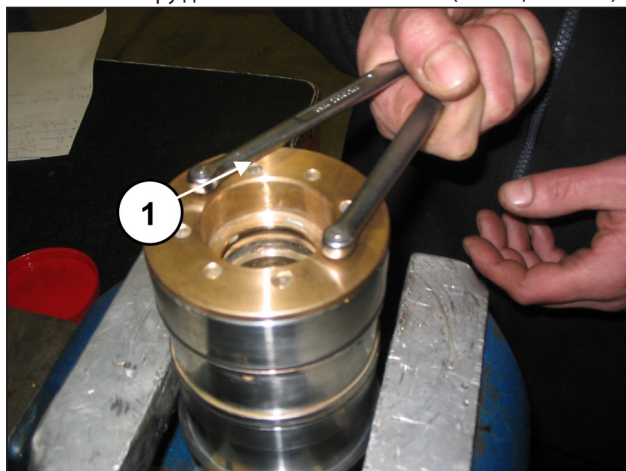
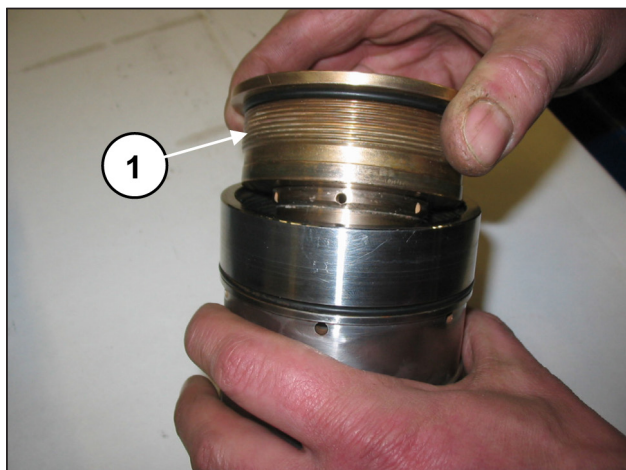

Рис. 169
Рис. 170
Отделите опору уплотнений от рубашки с помощью регулируемого вилочного ключа с круглыми накладками Ø5 (поз. ①, Рис. 169), имеющегося в свободной продаже, и вывинтите опору до полного ее извлечения (поз. ①, Рис. 170).